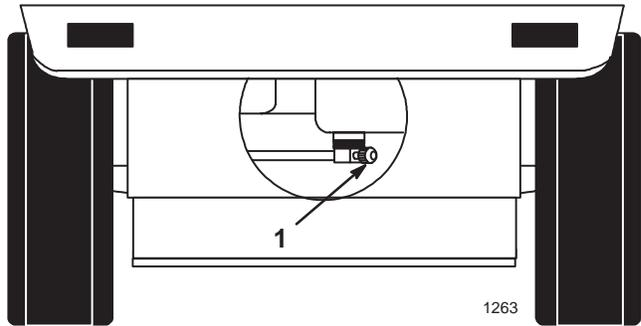

Figure 29
2. Fermer le robinet d'essence au niveau du réservoir (Fig. 29).